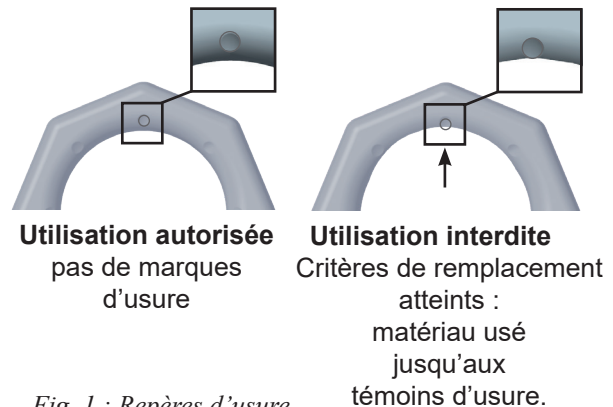

Fig. 1 : Repères d'usure
- Contrôlez soigneusement les repères d'usure sur l'anneau à souder (voir *Fig. 1*) :